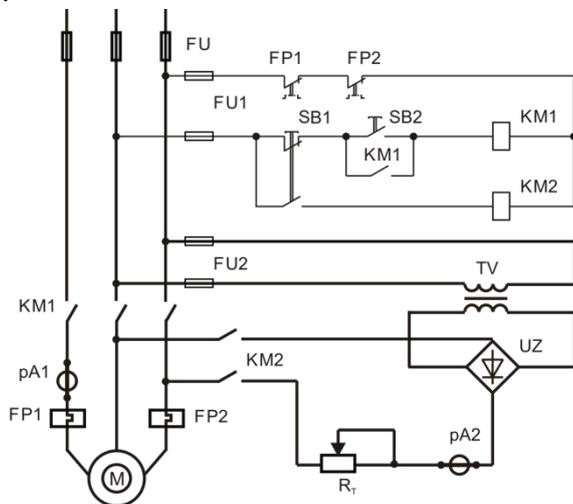

Рис. 4
4. Определить состав схемы (рис. 4), найти элементы схемы на щите. Составить таблицу замыканий контроллера. Собрать схему управления, проверить работу. Собрать силовую схему, проверить работу двигателя в процессе пуска. Провести регулировку тормозного реостата для получения заданного времени торможения. Продемонстрировать работу.